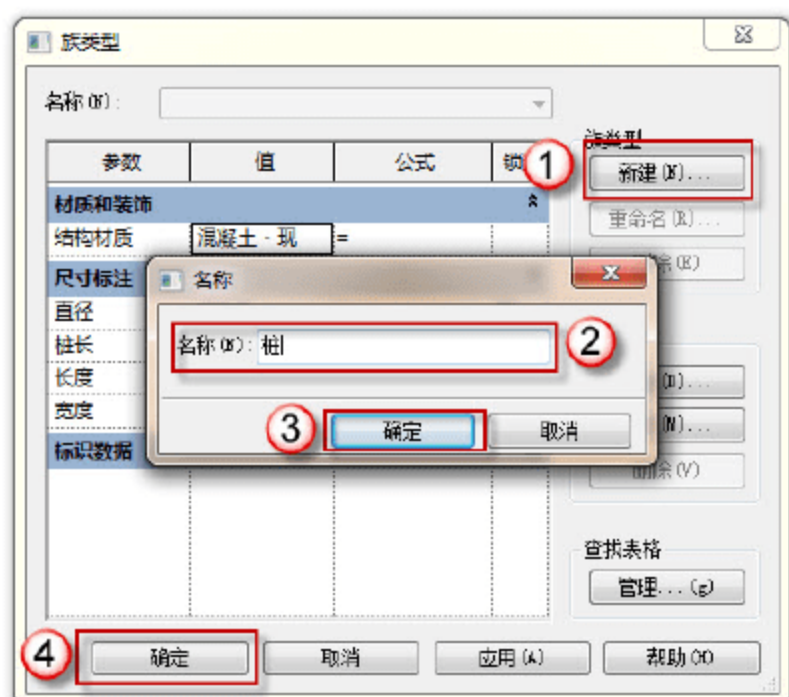

图 2.2.9 编辑桩名称
(6) 编辑族名称。单击“族类型”按钮，在弹出的“族类型”对话框中，单击“新建”按钮，在弹出的“名称”对话框中输入“桩”，并单击“确定”按钮，如图 2.2.9 所示。